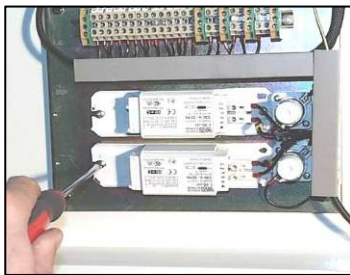

Fig. 28
- a) Sacar los tornillos de sujeción (Fig. 28).